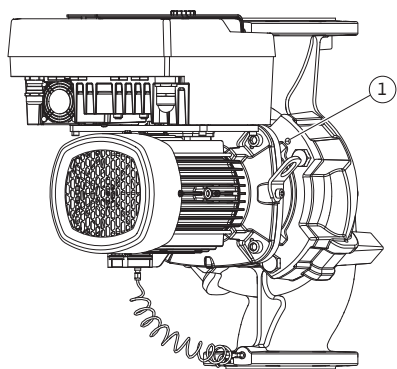

Fig. 11: Ievietojamā moduļa nospiešana, izmantojot vītņus urbumus (atkarībā no sūkņa tipa)
5. Atbrīvojiet ievietojamā moduli (skat. Fig. 4) no sūkņa korpusa. Atkarībā no sūkņa tipa (skat. Fig. I...III) ir pieejamas dažādas procedūras. Sūkņa tipam, Fig. I, atskrūvējiet skrūves, 29. poz. Nospiediet ievietojamā moduli no sūkņa korpusa. Sūkņa tipa Fig. II un Fig. III gadījumā šim nolūkam izmantojiet abus vītņus urbumus (Fig. 11, 1. poz.). Izmantojiet piemērotas skrūves, ko nodrošina pasūtītājs (piemēram, M10 x 25 mm).
5. Nospiediet ievietojamo moduli (skat. Fig. 4) no sūkņa korpusa. Šim nolūkam izmantojiet abus vītnes urbumus (skat. Fig. 11). Lai atspriegotu fiksējumu, vītņu urbumos ieskrūvējiet piemērota garuma M10 skrūves.